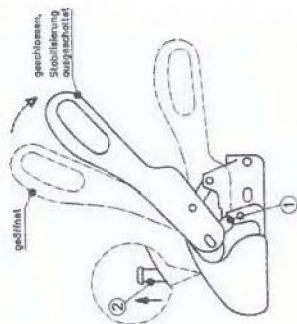

Bild 4: Ankuppeln
Zum Rangieren des Anhängers nehmen Sie bitte die am Anhänger angebrachten Haltegriffe anstatt den Bedienungshebel der WS 3000/WS 3500. Die geöffnete Zugkugelpkupplung wird auf die Kupplungskugel des Zugfahrzeuges gesetzt. (Bild 4) Durch die Stützkraft und eine evtl. zusätzliche Belastung der Deichsel schließt die Zugkugelpkupplung automatisch, und die seitlichen Sicherungslaschen (1) stehen parallel gegenüber der Sicherungsflächen am Gehäuse. (Bild 4) Befindet sich die Kupplungskugel im Kupplungs-gehäuse, ist der grüne Stift der Kontrollanzeige (2) sichtbar. (Bild 4)